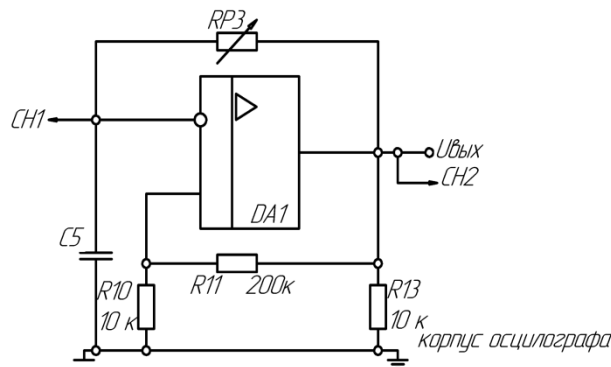

Рисунок 27 – Схема мультивибратора
- 1) Собрать схему мультивибратора (рис. 27), установить заданные преподавателем значения емкости конденсатора ($C5$ или $C6$) и сопротивления резистора $RP3$ (от 10 кОм);